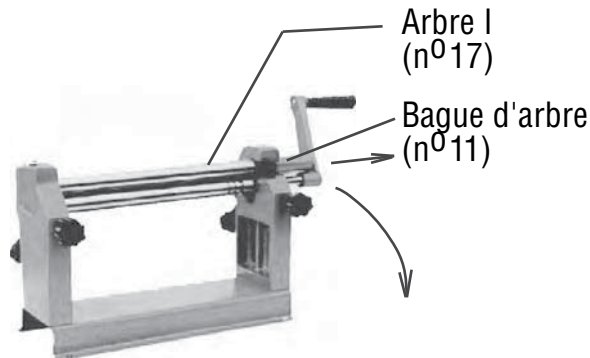

Figure 4
6. Si vous ne fabriquez que des rouleaux partiels et devez enlever de la matière, sortez la bague d'arbre (n^o 11) et tirez l'arbre I (n^o 17) vers l'avant. **Voir la figure 4 .**